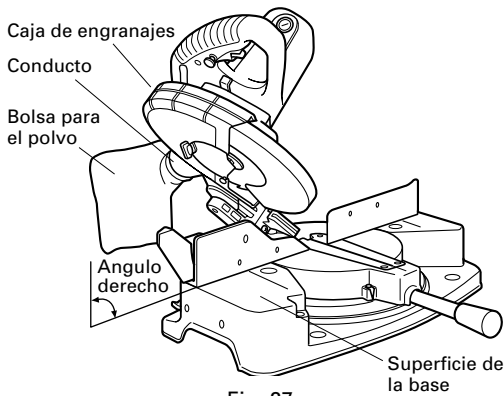

Fig. 27
- (1) Cuando la bolsa para el polvo esté llena de polvo, dicho polvo saldrá soplado de la bolsa para el polvo cuando gire la hoja de sierra. Compruebe periódicamente y vacíe la bolsa para el polvo antes de que se llene.
- (2) Durante el corte en bisel y compuesto, fije la bolsa para el polvo en ángulo recto con relación a la superficie placa de la base como se muestra en la Fig. 27.